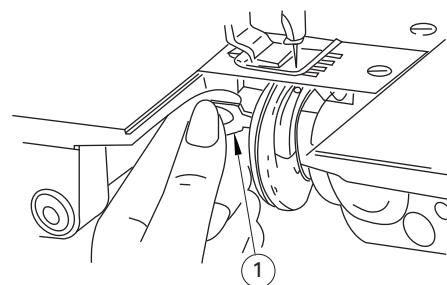

Figura 20
*Para remover a caixa de bobina, abra o trinco '1' e puxe a caixa para fora da lançadeira, conforme figura 20.*